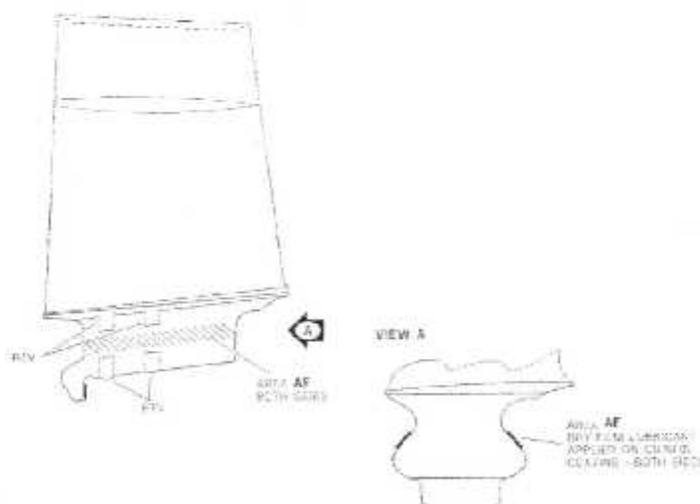

Fig. IV. 4 : Queue d'Aronde d'Ailette du 1^{er} Etage.
- On fait une inspection visuelle des queues d'aronde de l'ailette du 1^{er} étage (fig. IV. 4).